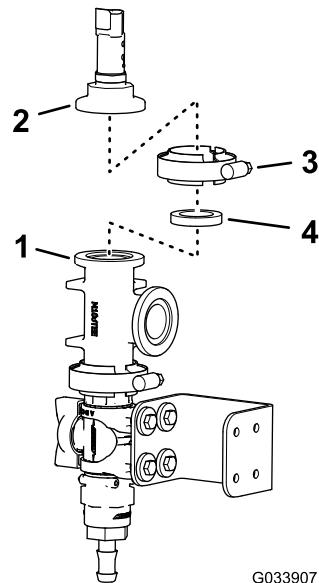

Figura 17
- Monte el transductor de presión en el acoplamiento en T con una junta y una brida de fijación, y apriete la brida a mano (Figura 17).